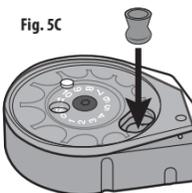

Fig. 5C
- Coloque um dedo embaixo do carregador, cobrindo o orifício; coloque o primeiro chumbinho no carregador, primeiro o nariz (Fig. 5C). Garanta que o chumbinho não fique projetado para fora do carregador. Se o chumbinho ficar projetado para fora, empurre-o para dentro.